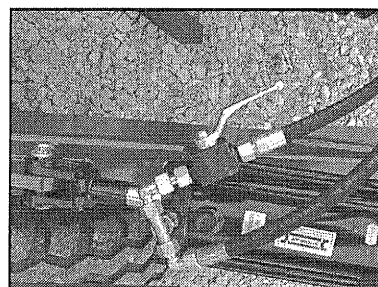

Fig. 13 : Robinet d'arrêt travail aux champs
3. Ouvrir le robinet d'arrêt pour le travail au champ (voir fig. 13).
4. Ouvrir le robinet d'arrêt pour le travail aux champs (voir fig. 13).
7. Fermer le robinet d'arrêt pour le travail aux champs (voir fig. 13).
8. Fermer le robinet d'arrêt pour le travail aux champs (voir fig. 13).